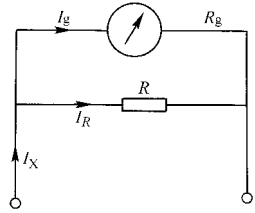

图 1-5 分流电路
1. 分流原理 分流器如图 1-5 所示。图中电阻  $R$  为分流电阻， $R_g$  为表头内阻， $I_g$  为表头的满度电流（表头最大测量值）， $I_X$  为待测电流。从图中可以看出待测电流  $I_X$  的一部分流过表头，另一部分流过了分流电阻  $R$ 。如果表头  $I_g = 100 \mu\text{A}$ 、 $R_g = 2.5 \text{k}\Omega$ ，待测电流  $I_X = 250 \text{mA}$ 。很明显不能用此表头直接测量  $I_X$ ，必须给表头扩大量程加装分流电阻  $R$ 。 $I_g = 100 \mu\text{A}$ ，电阻  $R$  上的电流为